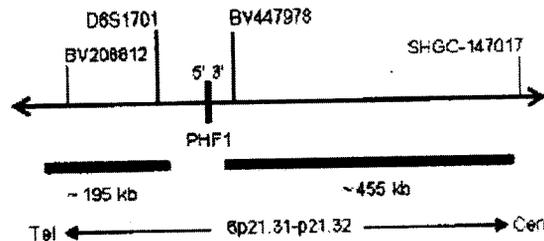

Fig. 1: Mapa de la sonda SPEC PHF1 (No a escala)
- Polinucleótidos marcados con ZyGreen (excitación 503 nm/emisión a 528 nm) (10 ng/μl), cuyas secuencias diana mapean en 6p21.31-p21.32* (chr6:33,406,580-33,863,564) proximal a la región de punto de interrupción de PHF1 (ver Fig. 1).
- Polinucleótidos marcados con ZyOrange (excitación 547 nm/emisión a 572 nm) (4.5 ng/μl), cuyas secuencias diana mapean en 6p21.32* (chr6:33,121,529-33,317,357) distal a la región de punto de interrupción de PHF1 (ver Fig. 1).